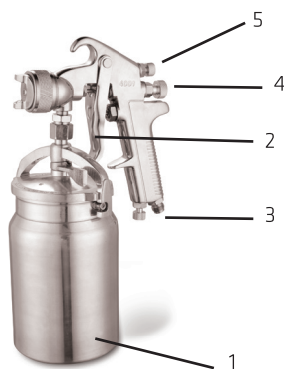

Figura 1
- Filtre o material para colocá-lo na caneca (Figura 1 – Item 1) utilizando filtro específico.
- Ajuste o compressor de ar para uma pressão de 40 a 65 lbs e engate a mangueira na pistola. (Figura 1 – Item 3). Garanta que a pressão não ultrapasse 70 lbs.
- Feche totalmente (vire à direita) o parafuso regulador de tinta (figura 1 – item 4).
- Vá abrindo a regulador (vire à esquerda) e acionando o gatilho (figura 1 – item2) até encontrar o jato desejado.
- O parafuso regulador do leque (Figura 1 – Item 5) serve para ajustar a configuração de pulverização. Fechado totalmente para a direita projetará um jato cilíndrico. À medida que são dadas voltas para a esquerda, o jato assume uma forma oval cada vez mais larga, até ficar praticamente redonda..